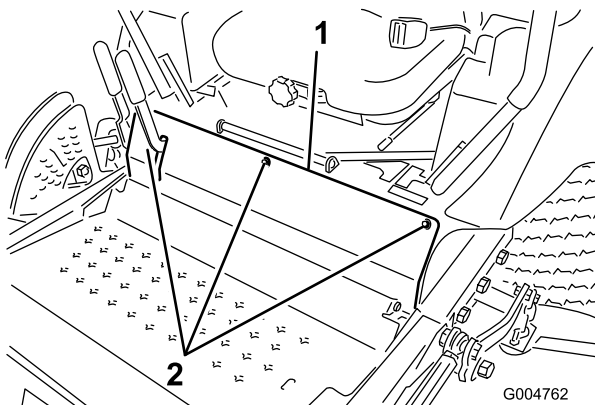

Figure 7
12. Retirez les 3 vis de fixation du couvercle avant et déposez le couvercle (Figure 7).